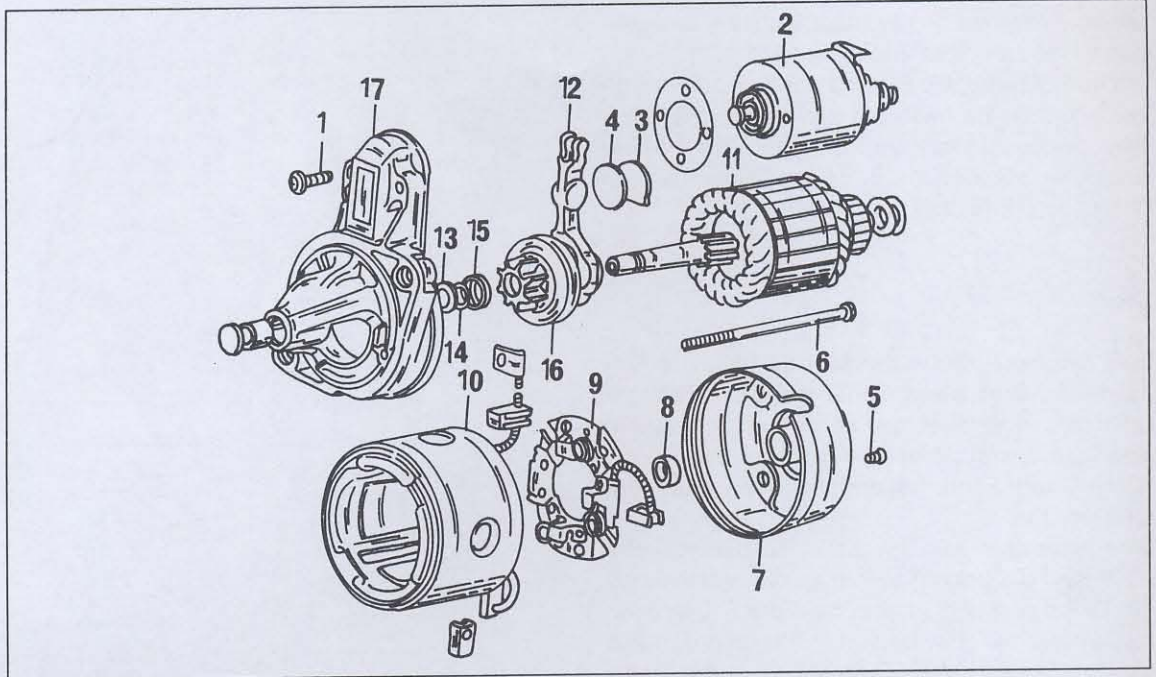

Bild 331
- Verbindungskabel von der Klemme des Magnetschalters abklemmen. Bild 331 zeigt eine Ansicht des Einrückmagnetschalters mit der Lage der einzelnen Klemmen. Abzuklemmen ist das zu den Feldspulen verlegte Kabel (4).
Der Einrückmagnetschalter kann nicht repariert werden. Um die Spulen des Magnetschalters zu kontrollieren, ist eine 12 V-Batterie mit den Klemmen "S" und "M" zu verbinden. Der Stößel des Schalters sollte sich bewegen. Die gleiche Prüfung wiederholen, aber diesmal die Anschlüsse an Klemme "M" und an das Gehäuse des Schalters anlegen. Der Stößel sollte in Betätigung kommen und bei Anschliessen der Leitung an Klemme "M" gehalten werden. Die "S"-Klemme ist von vorn gesehen die obere; die "M"-Klemme ist die Klemme auf der linken Seite. Bild 331 zeigt wo die Klemmen sitzen.